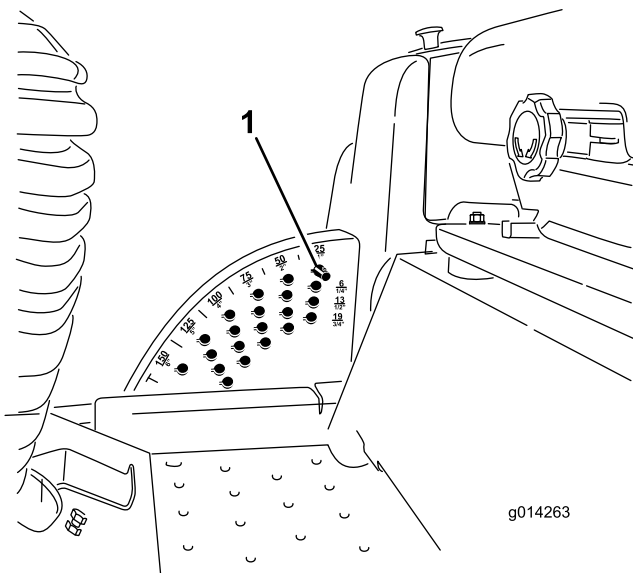

図 24
1. エンジンが回転している状態で、デッキ昇降スイッチの後側を押し、デッキが完全に上昇したら直ちにスイッチから手を離す 図 24。
2. 刈高ピンを回して刈高設定穴のスロットとが整列したところでピンを抜き取る 図 24。
3. 刈高ブラケットについている穴から、希望する刈高に対応する穴を見つけ、その穴にピンを通し、ピンを回してロックする (図 24)。
注 穴は全部で4列あります 図 24。外周側の列は、外周部に刻印されている通りの刈高の穴です。2 列目の穴は、それぞれ 1 列目プラス 6 mm の刈り高となります。3 列目の穴は、それぞれ 1 列目プラス 12 mm の刈り高となります。一番下の列の穴は、それぞれ 3 列目プラス 18 mm の刈り高となります。刈高 158 mm だけは例外で、2 列目のはずれにあります。この穴にセットすると刈高 158 mm となります 6 mm アップにはなりません。